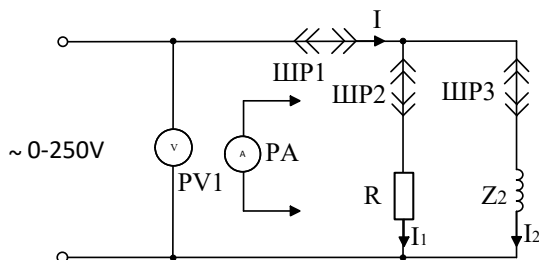

Рис.3.7. Электрическая схема определения параметров цепи
2.4.1. Собрать электрическую цепь, схема которой приведена на рис. 3.7. В качестве образцового сопротивления R использовать резистор по указанию преподавателя. В качестве Z_2 – исследуемую индуктивную катушку.
2.4.3. В цепи, собранной по схеме на рис. 3.7, заменить катушку индуктивности на исследуемый резистор. Затем выполнить п. 2.4.2.
2.4.3. В цепи, собранной по схеме на рис. 3.7, заменить резистор на исследуемый конденсатор. Затем выполнить п. 2.4.2.